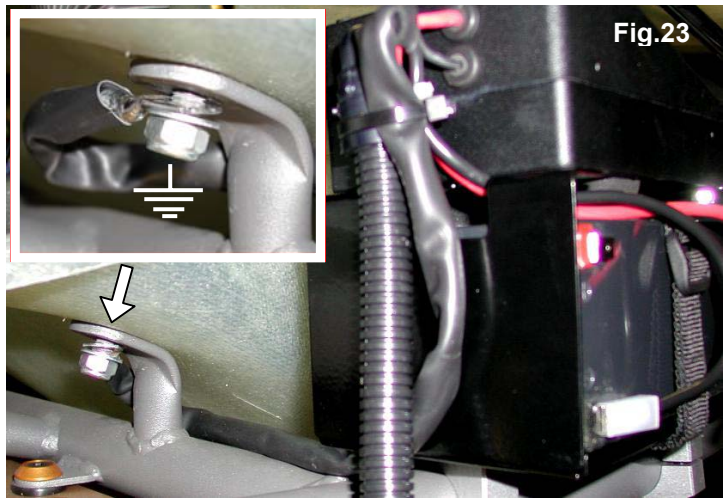

Fig.23
3.7.6.3 INSERT THE BOX GROUND CABLE EYELET ON THE SCREW AND TIGHTEN THE SCREW (SEE FIG. 23)